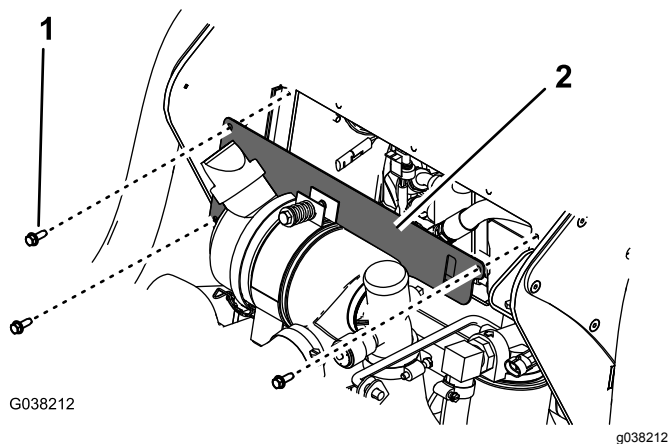

Figura 2
2. Rimuovete la piastra di copertura (Figura 2).